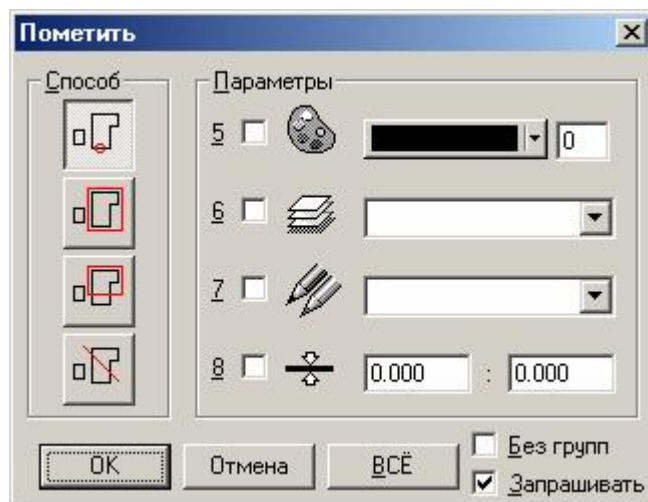

Рис. 12 Выбор способа пометки объектов контура
1. Указать все объекты контура фигурной панели с помощью команды главного меню **Правка\Пометить** или кнопки  на стандартной панели основного окна программы **бСАД**. Собственно пометке объектов предшествует появление диалогового окна, позволяющего выбрать способ указания помечаемых объектов (рис. 12). Все помеченные объекты выделяются цветом.